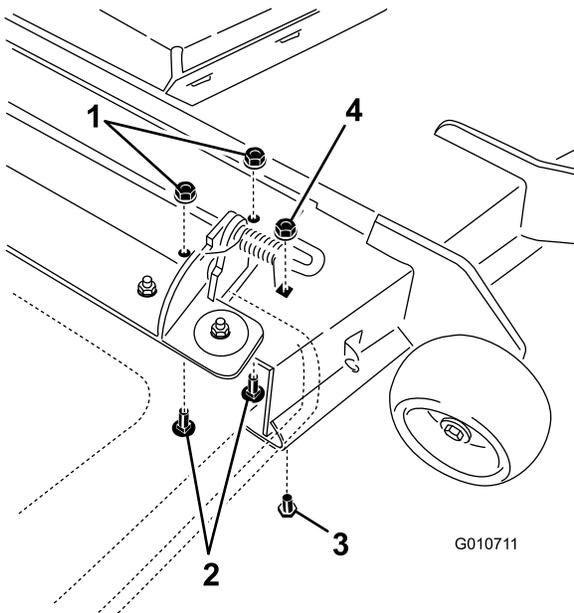

Figure 2
- Retirez la série avant de boulons de carrossier et de contre-écrous qui fixe l'avant de la plaque d'éjection au tablier de coupe (Figure 2). Retirez le boulon et le contre-écrou avant qui occupent le trou dans le tablier juste en avant de la plaque d'éjection. Mettez les fixations de côté pour un usage ultérieur.